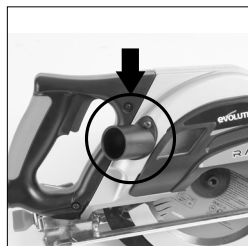

Fig. 9
- Montez l'échappement de l'orifice d'évacuation à la place du couvercle (**Fig. 9**). Les copeaux de bois seront éjectés à travers l'échappement de l'orifice d'évacuation lors de la coupe.